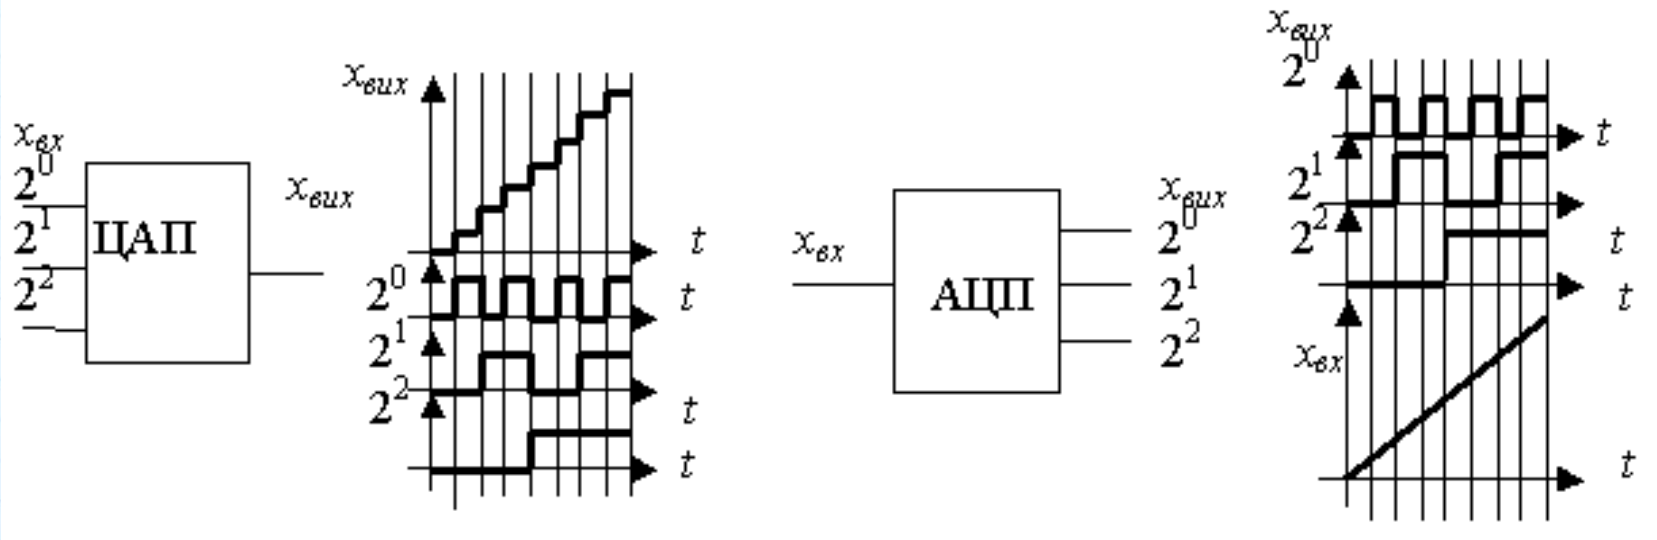

Рис.1.2. Часові діаграми функціонування ЦАП і АЦП
- У дискретних системах для узгодження дискретної й аналогової частин і навпаки, використовують **цифро-аналогові (ЦАП)** та **аналого-цифрові (АЦП)** перетворювачі. ЦАП перетворює цифровий код на вході на аналогову величину, наприклад напругу, на виході. АЦП перетворює аналогову вхідну величину на цифровий, звичайно двійковий, код. Робота перетворювачів пояснюється діаграмами (рис. 1.2).